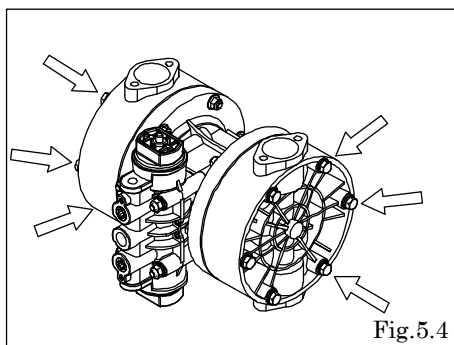

Fig.5.4
- アウトチャンバー取付ボルト、ナット 12 か所を外し、アウトチャンバーを取り外す。[Fig.5.4]